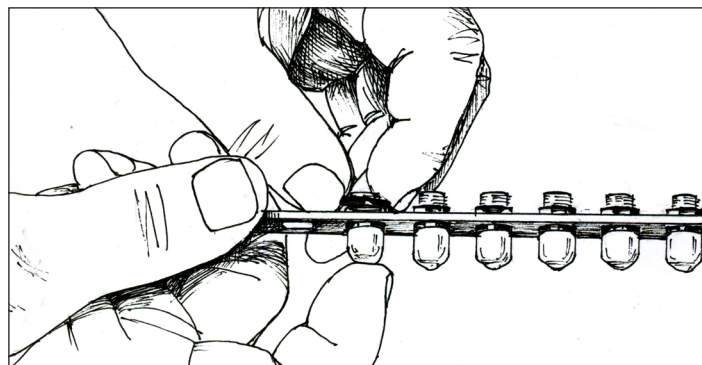

Рисунок 4.8 – Установка адаптеров оптических соединителей
4.1.12 Открутить планку с корпуса муфты и установить необходимое количество адаптеров (рисунок 4.8).